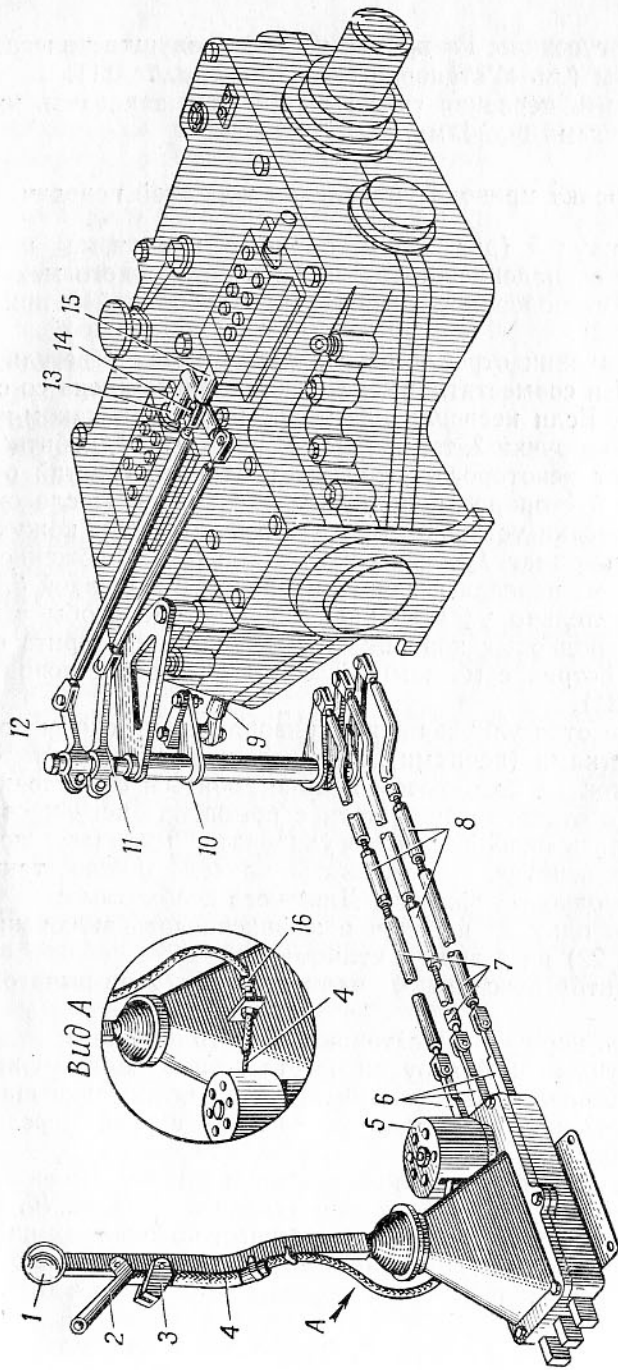
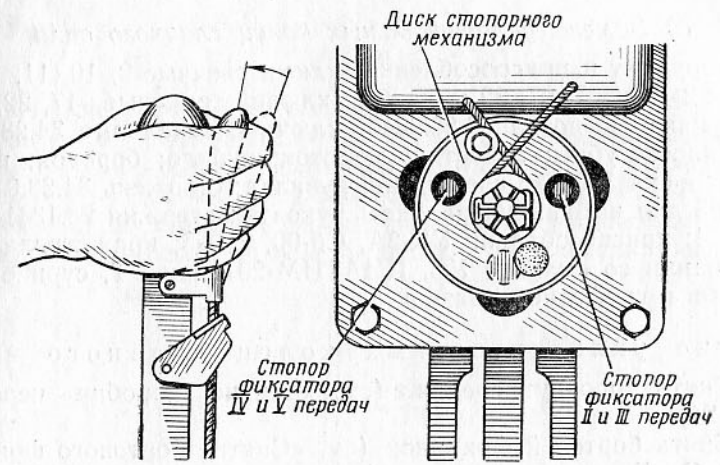

Рис. 22. Привод управления коробкой передач:
Рис. 23. Проверка регулировки стопорного механизма
1. Снять кожух 5 (рис. 22) стопорного механизма и проверить (рис. 23) совпадение отверстий диска стопорного механизма со стержнями стопоров всех передач при свободной и прижатой ручке 2 (рис. 22).
— включить одну из передач и зафиксировать включение защелкой 3 (рис. 22) на рычаге 1 кулисы;